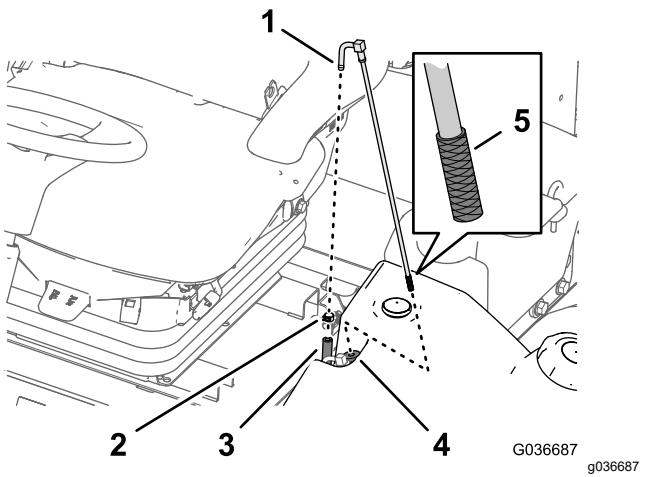

図 65
2. フィッティングからホースを取り外す図 65。
3. 燃料タンクから燃料供給チューブを取り出す図 65。
4. 燃料供給チューブの端部のスクリーンにたまっているごみでないに取り除く図 65。
5. ゴム製ブッシュを通して燃料タンク内部へ燃料供給チューブを挿入する図 65。
1. 燃料供給ホースを燃料供給チューブに固定しているホースクランプを外す図 65。